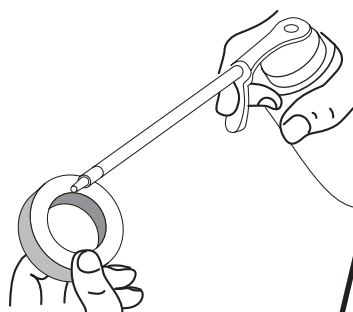

Fig. 39
4. Appliquez suffisamment d'huile propre SAE 30 pour enduire légèrement le filtre (Fig. 39).